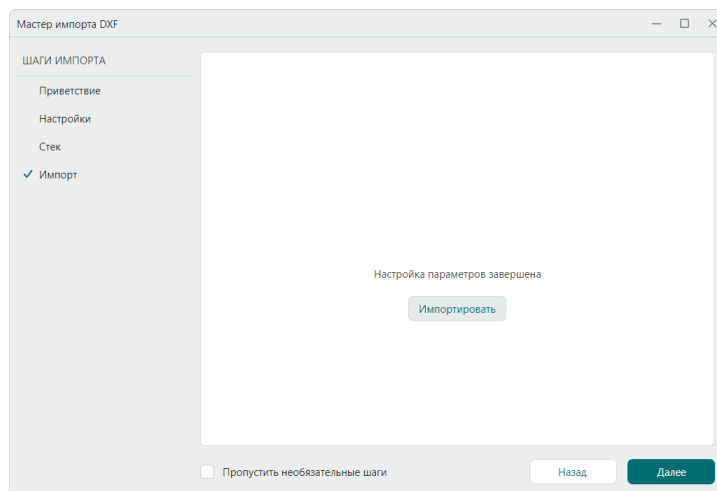

Рис. 70 Запуск импорта
7. Для запуска процесса импорта нажмите кнопку «Импортировать», см. Рис. 70.